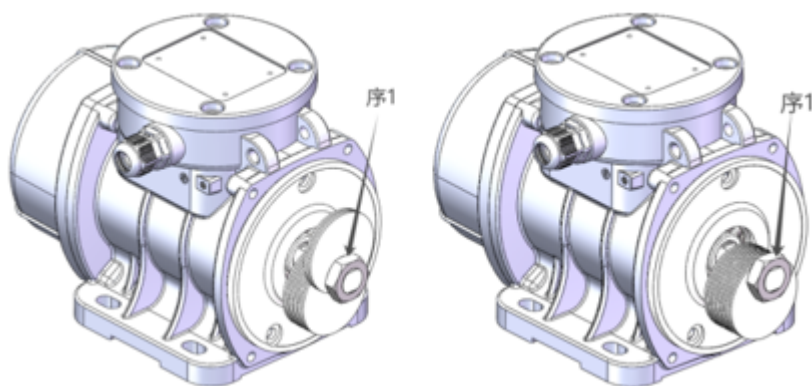

Figura 8. Ajuste da força do motor de vibração com massas de lâmina.
3. Ajuste de força para motores vibratórios com massas em lâmina (Figura 8).